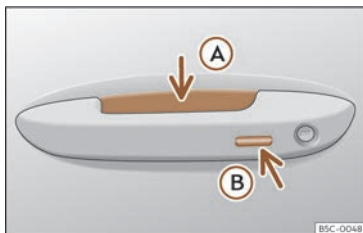

Fig. 79 Poignée de porte : surfaces sensibles.
» fig. 79
- Saisissez la poignée de l'une des portes avant. Lorsque vous touchez la surface sensible» fig. 79 (A) (flèche) de la poignée de porte, le véhicule se déverrouille.
- Appuyez *une fois* sur la surface sensible de verrouillage» fig. 79 (B) (flèche) de la poignée de porte de l'une des portes avant. La porte correspondante devra être fermée.
- Appuyez *une fois* sur la surface sensible » fig. 79 (B) (flèche) de la poignée de porte de l'une des portes avant. Le véhicule se verrouille avec le dispositif de sécurité Safe « Safe »» page 111. La porte correspondante devra être fermée.
- Appuyez *deux fois* sur la surface sensible » fig. 79 (B) (flèche) de la poignée de l'une des portes avant pour verrouiller le véhicule non équipé du système de sécurité « Safe » » page 111.
- Appuyez sur le bouton de verrouillage  de la radiocommande puis, dans les 5 secondes, touchez une fois la surface sensible de verrouillage de la poignée de la portière du conducteur»» **fig. 79 B**. Ne saisissez pas la poignée de la portière sinon le véhicule ne se verrouillera pas. Il est également possible de procéder à la désactivation si le véhicule est verrouillé via la serrure de la porte du conducteur.
Pour **fermer à l'aide de la fonction confort** toutes les vitres électriques et le toit ouvrant, maintenez appuyé quelques secondes un doigt sur la surface sensible de verrouillage »» **fig. 79 B** (flèche) de la poignée de porte jusqu'à ce que les vitres et le toit se ferment.
Les surfaces sensibles des poignées de porte risquent d'être activées si elles reçoivent un jet d'eau ou de vapeur à haute pression si l'une de clés valides du véhicule se trouve dans la zone de proximité. Si au moins une glace à commande électrique est ouverte et que la surface sensible» fig. 79 (B) (flèche) d'une des poignées est activée de manière permanente, toutes les glaces seront fermées.
• **OU** : touchez *deux fois* la surface sensible située sur la partie extérieure de la poignée de la portière»» **fig. 79 B**.